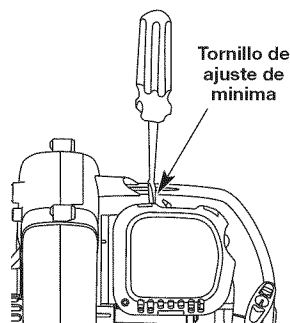

Fig. 29
La velocidad mínima del motor puede ser ajustada. Puede tener acceso al tornillo de ajuste de mínima a través de un orificio en la parte superior de la cubierta del motor (Fig. 29).
2. Suelte el gatillo y deje que el motor funcione en mínima. Si el motor se para, inserte un destornillador Phillips pequeño en el orificio de la cubierta del motor (Fig. 29).